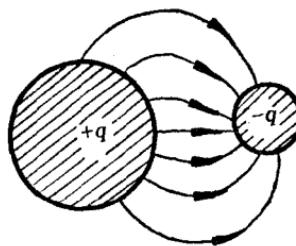

图 5 两导体间的电容
11. 电容——如两个导体分别带有等量的正负电荷  $q$ ，两个导体间的电压为  $U$ （图 5），只要导体间的电介质是线性的，则  $q$  与  $U$  成正比关系，它们的比例常数就是  $C$ ，即电容。